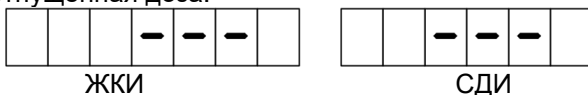

Рисунок 8
7.4.2 Если была нажата кнопка "Пуск" до момента задания дозы, то устройство выдает на СУ непрерывный сигнал "Вых.ПК" (коммутирует цепи "Вых. ПК+" и "Вых. ПК-"), что аналогично состоянию датчика положения крана "кран снят". На табло при этом вместо последней отпущенной дозы отображаются символы (рисунок 8), сообщающие, что устройство ожидает задание новой дозы. Для запуска налива из этого состояния необходимо задать дозу и подать команду "Прямой пуск" от СУ. Для возврата в исходное состояние нажать кнопку "Стоп",